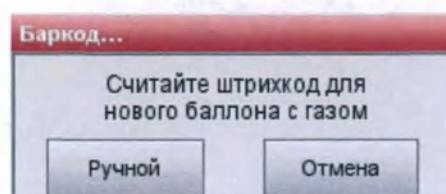

Рис.2-6 Сканирование штрих-кода
- Откройте баллон с газом, открутив крышку. При появлении запроса (Рис. 2-6) отсканируйте новый штрих-код на вкладыше баллона с газом, удерживая его на расстоянии 2–5 дюймов (5–8 см) от сканера штрих-кода, расположенного в нижнем правом углу анализатора.